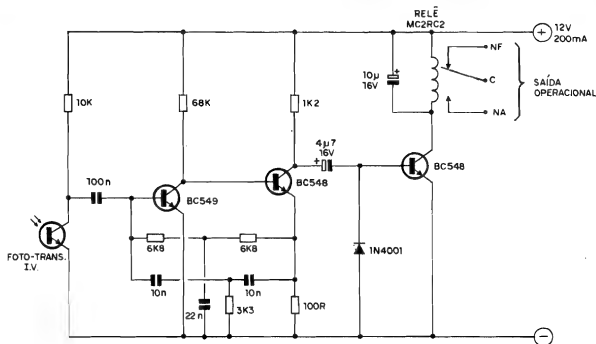

Fig.2
- FIG. 2 - DIAGRAMA ESQUEMÁTICO DO CIRCUITO (MÓDULO RECEPTOR) - Também numa estrutura circuital muito simples, o MÓDULO RECEPTOR é estruturado apenas com transistores comuns (como ocorre no MÓDULO EMISSOR, já visto...). O feixe pulsado de energia luminosa em Infra-Vermelho é, inicialmente, "visto" pelo foto-transistor